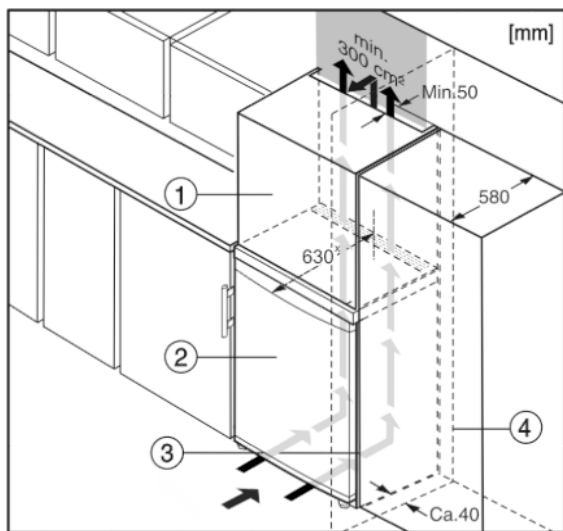

Fig. 5
- (1) Nástavná skříňka
- (2) Přístroj
- (3) Kuchyňská skříň
- (4) Stěna
Spotřebič lze zabudovat do kuchyňských skříní. K vyrovnání spotřebiče Fig. 5 (2) na výšku kuchyňské linky lze na přístroj nasadit nástavec Fig. 5 (1).
Při montáži do kuchyňských skříní (hloubka max. 580 mm) lze přístroj instalovat hned vedle kuchyňské skříně Fig. 5 (3). Přístroj přesahuje přední stěnu kuchyňské skříně na stranách o 34 mm^x a uprostřed o 50 mm^x.
Když se přístroj instaluje závěsy vedle stěny Fig. 5 (4), musí být vzdálenost přístroje od stěny alespoň 40 mm. To odpovídá přesahu madla při otevřených dveřích.